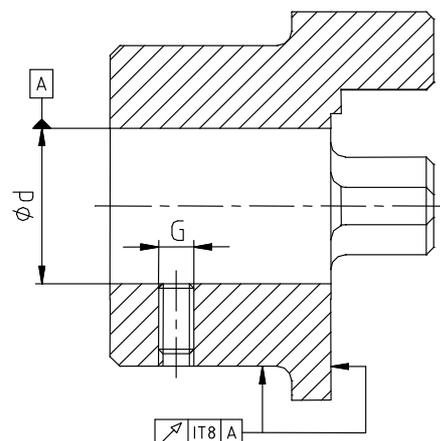

рис. 9: точность радиального и торцевого биения
- При изготовлении посадочного отверстия покупателем необходимо выдержать точность по радиальному и торцевому биению (см. рис. 9)